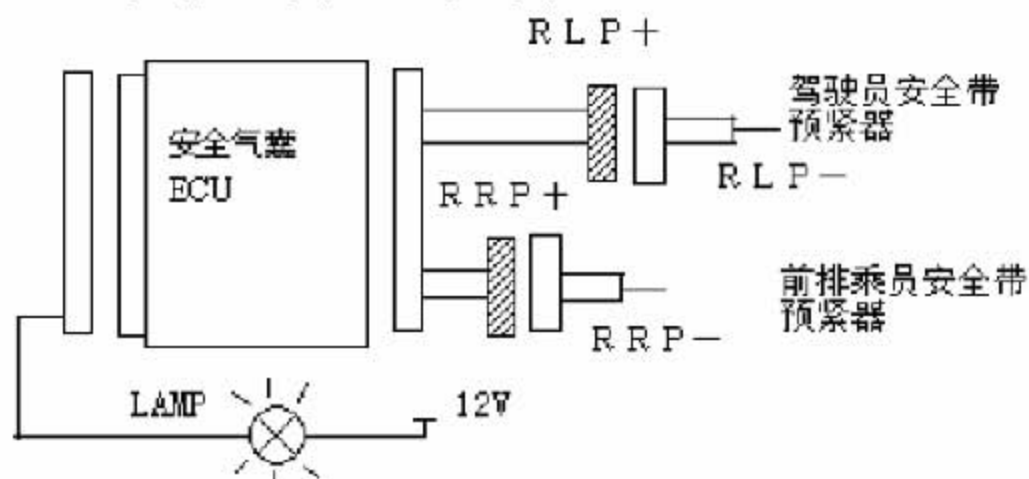

图11 连接驾驶员安全带预紧器接插件
- 连接驾驶员安全安全带预紧器接插件，见图11。
- C). 连接前排乘员安全带预紧器接插件, 见图11。